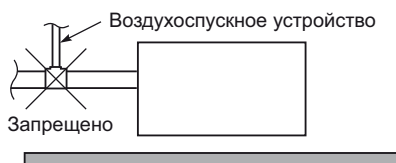

Рис.3-10
- Не устанавливайте воздухопускное устройство, поскольку это может привести к разбрызгиванию воды из выходного отверстия дренажной трубы. (Рис. 3-10)